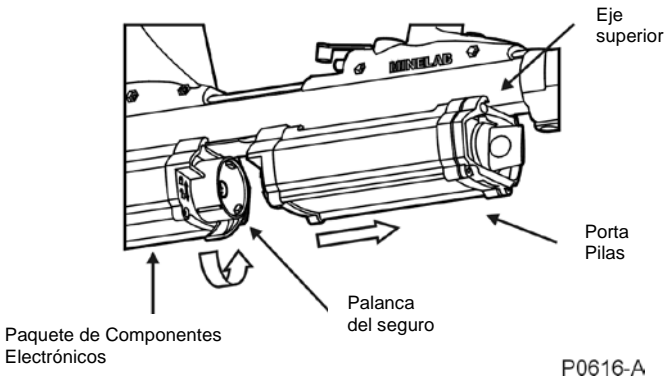

Figura 9: Remoción del Porta Pilas
*Las pilas se pueden insertar y sacar del Porta Pilas mientras el mismo está adosado al Eje Superior según se describe en la Sección 2.3.e. Alternativamente, el Porta Pilas se puede sacar del Eje bajando la palanca del seguro que está ubicada entre el Porta Pilas y el Paquete de Componentes Electrónicos según se muestra en la Figura 9.*